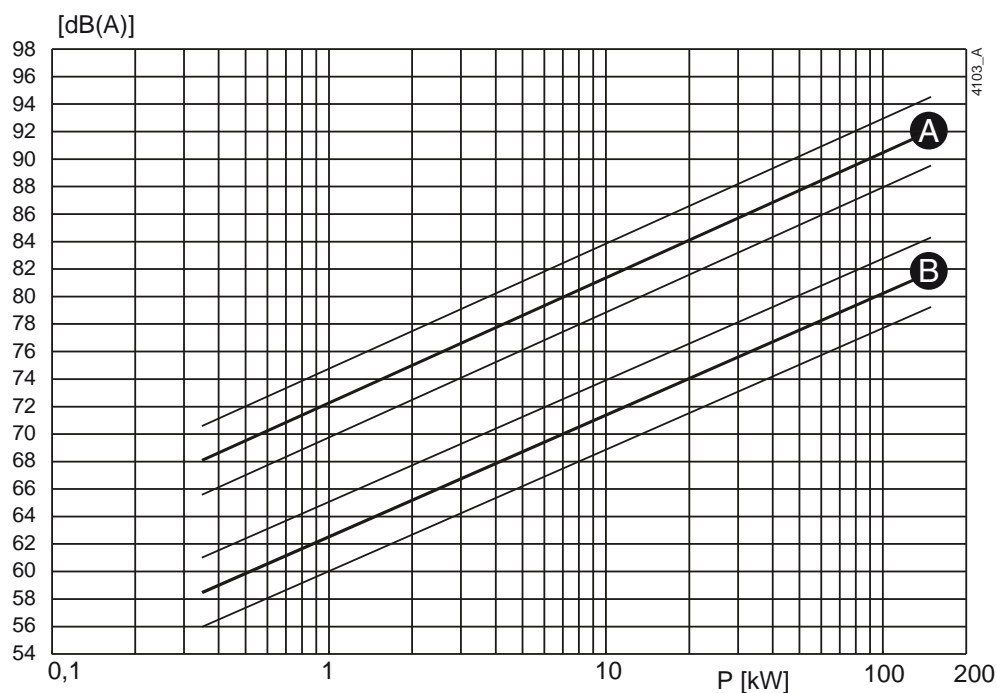
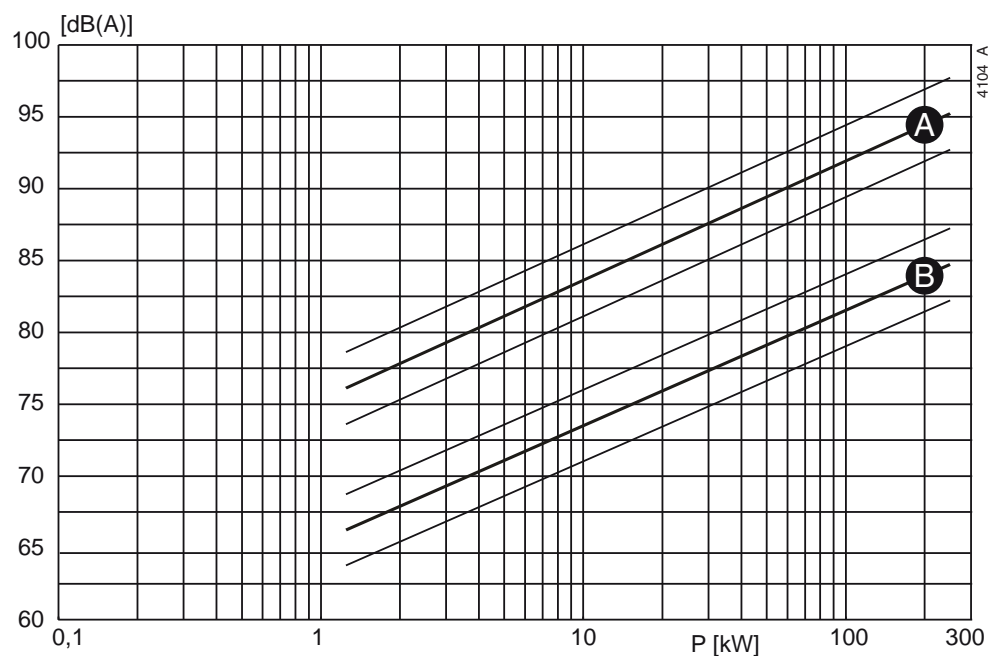

Figura 30: Nível de ruído em função da potência da bomba [kW] a 1450 min⁻¹
Figura 31: Nível de ruído em função da potência da bomba [kW] a 2900 min⁻¹
- 1 Determine o nível de ruído (L_1) da bomba. Consulte a figura 30 ou a figura 31.